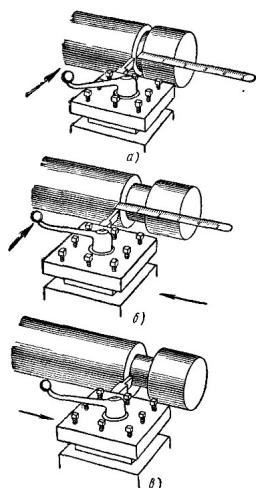

Рис. 82 Вытачивание широких канавок
Место в котором следует выточить канавку, определяется при помощи измерительной линейки (рис. 82, а). При вытачивании нескольких канавок и особенно канавок различной ширины их расположение по длине детали нужно предварительно наметить. Для этого закрашивают на детали мелом те места, где должны быть канавки, затем деталь медленно вращают и прикладывая измерительную линейку, чертилкой намечают риски, определяющие положение канавок.
1. Вначале намечают линейкой границу канавки и подводят к ней резцовую головку с резцом (рис. 82, а). Затем резцу дают поперечное перемещение по лимбу на глубину канавки минус 0,5 мм на чистовой проход.
3. Окончательный проход резца показан на рис. 82, б и 82, в. Резец подводят к левой границу канавки (рис. 82, б) и подают по лимбу винта поперечной подачи на полную глубину канавки. Затем резцу дают продольное перемещение слева направо (рис. 82, в) и обрабатывают дно канавки начисто.